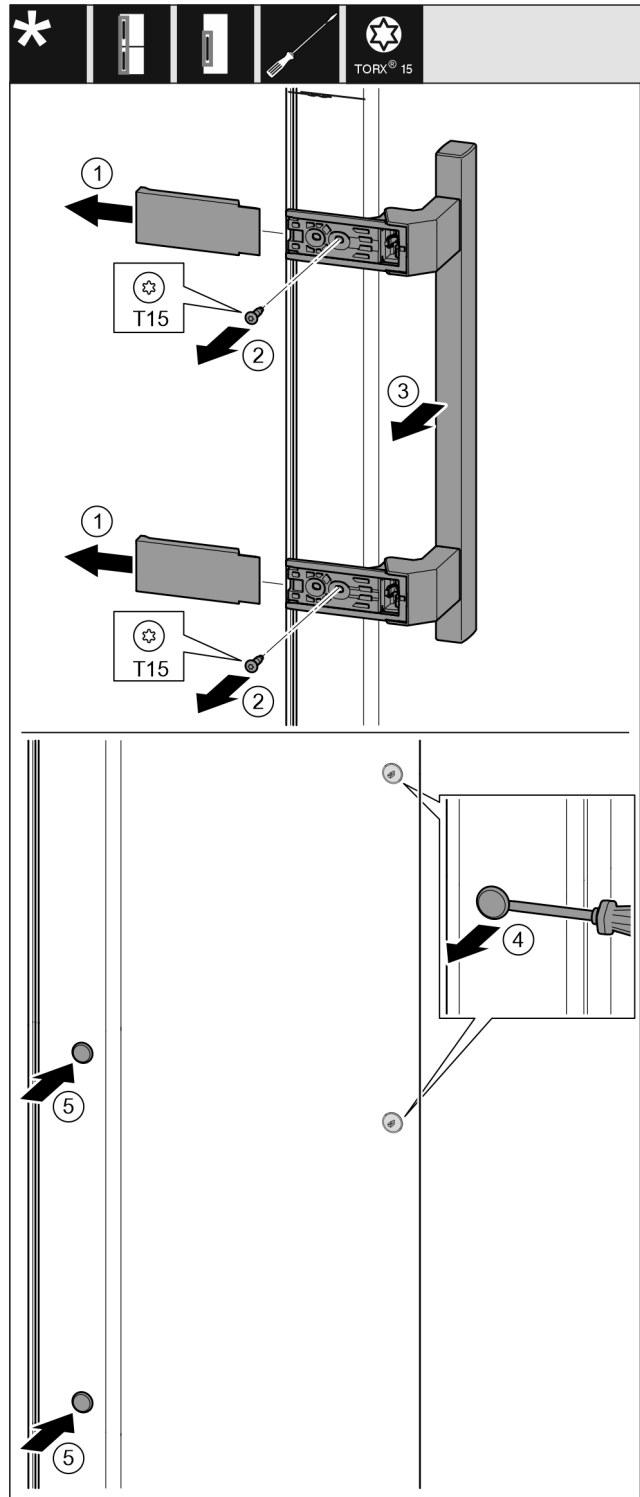

Fig. 18
- ▶ Nutraukite dangtį. Fig. 18 (1)
- ▶ Išsukite varžtus atsuktuvu Torx 15. Fig. 18 (2)
- ▶ Nuimkite rankenėlę. Fig. 18 (3)
- ▶ Šoninį kaištį atsargiai pakelkite išdrožiniu atsuktuvu ir jį ištraukite. Fig. 18 (4)
- ▶ Vėl įstatykite kamštį kitoje pusėje. Fig. 18 (5)